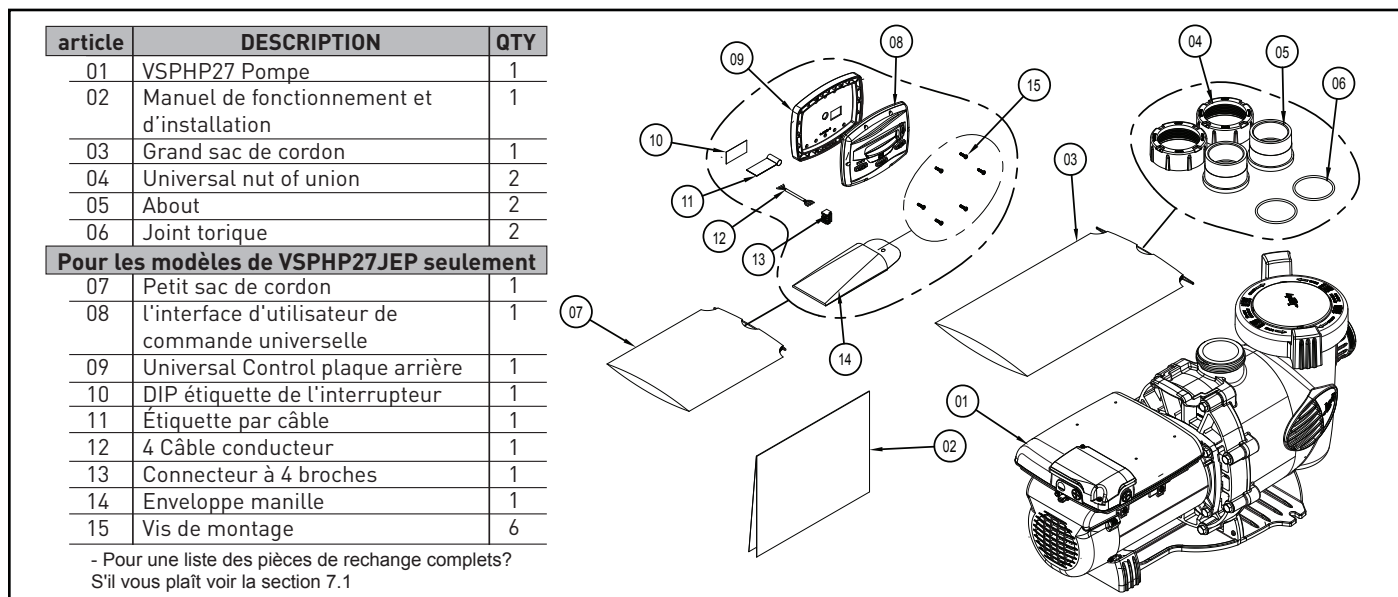

Figure 1. Contenu du carton
**Nombre de bouches d'aspiration par pompe - Fournir au moins deux (2) bouches d'aspiration hydrauliquement équilibrées, avec couvercles, en guise de bouches d'aspiration pour chaque conduite d'aspiration de pompe de circulation.** Les centres des bouches d'aspiration sur toute conduite d'aspiration doivent être à au moins un (1) mètre (3 pi) l'une de l'autre, de centre en centre. Voir Figure 1.
Le système doit être conçu pour comprendre au moins deux bouches d'aspiration (drains) connectées à la pompe chaque fois que la pompe fonctionne. Cependant, si deux (2) bouches d'aspiration aboutissent à une seule conduite d'aspiration, cette dernière peut être équipée d'un robinet qui coupera les deux bouches d'aspiration de la pompe. Le système doit être conçu de manière à ne pas permettre une fermeture ou un isolement distinct ou indépendant de chaque drain. Voir la Figure 1.
- Inspecter le contenu du carton et vérifier les contenus, voir la "Figure 1. Contenu du carton".